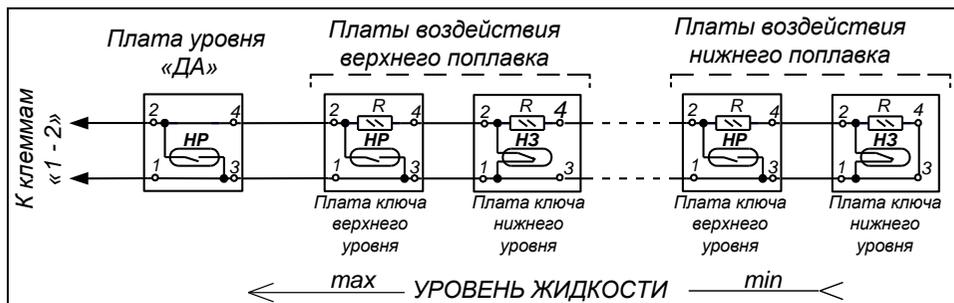

Рисунок 6
2.3.1 Контроль уровней в преобразователе основан на изменении сопротивления переменного резистора. В направляющей 4 (рисунок 1) находится металлический стержень, на котором винтами крепятся платы 13 с герконами (количество плат соответствует числу контрольных уровней). Платы последовательно соединяются двумя проводниками, образуя переменный резистор, сопротивление которого определяется уровнем жидкости. Сопротивление резистора изменяется от нуля до максимального значения. Когда уровень жидкости минимален (все поплавки лежат на нижних хомутах), образованная резисторами цепь, имеет максимальное сопротивление. При повышении уровня поплавки будут поочередно всплывать, замыкая контакты герконов, которые будут шунтировать резисторы, и общее сопротивление цепи будет уменьшаться. При отрыве поплавка от нижнего хомута сначала замыкается геркон НЗ (нормально-замкнутый), расположенный на плате ключа нижнего уровня, затем при достижении поплавком верхнего хомута замыкается геркон НР (нормально-разомкнутый), расположенный на плате ключа верхнего уровня (рисунок 6).